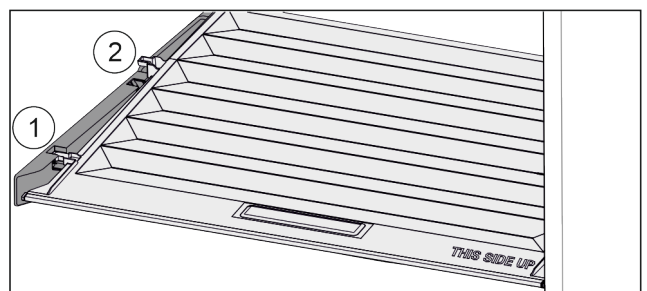

Fig. 81
- ▶ Tirare in avanti il coperchio fino all'apertura nei fermi Fig. 81 (1).
- ▶ Sollevare posteriormente dal basso e togliere verso l'alto Fig. 81 (2).